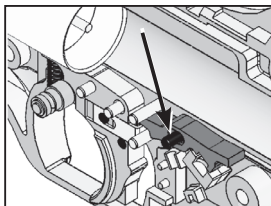

Figura 10: El pasador negro es mas duro y debe ser instalado en la posición que se muestra.
Cierre negro (4) esta en la ubicación (flecha en la Figura 10.) El pasador negro muy rígido y es realmente importante que sea colocado en esta posición.